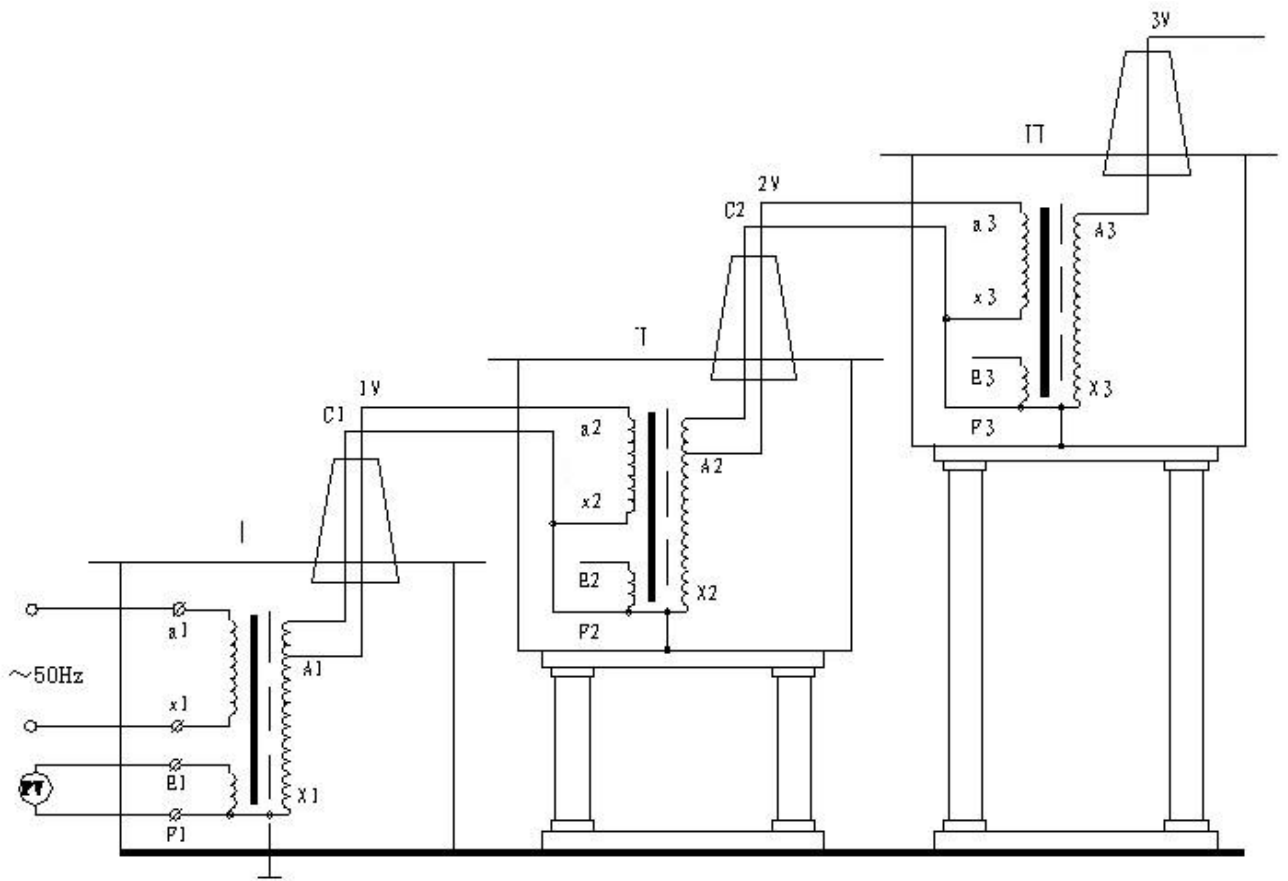

图 5：三台试验充压器串级接线原理图
2. 三台试验变压器串联获得更高电压的接线原理见图 5。串联高压试验变压器有很大的优越性，因为整个试验装置由几台单台试验变压器组成，单台试验变压器容量小、电压低、重量轻，便于运输和安装。它既然可串接成高出几倍的单台试验变压器输出电压组合使用，又可分开成几套单台试验变压器单独使用。整套装置投资小，经济实惠。图 5 中，在第一级和第二级的每个